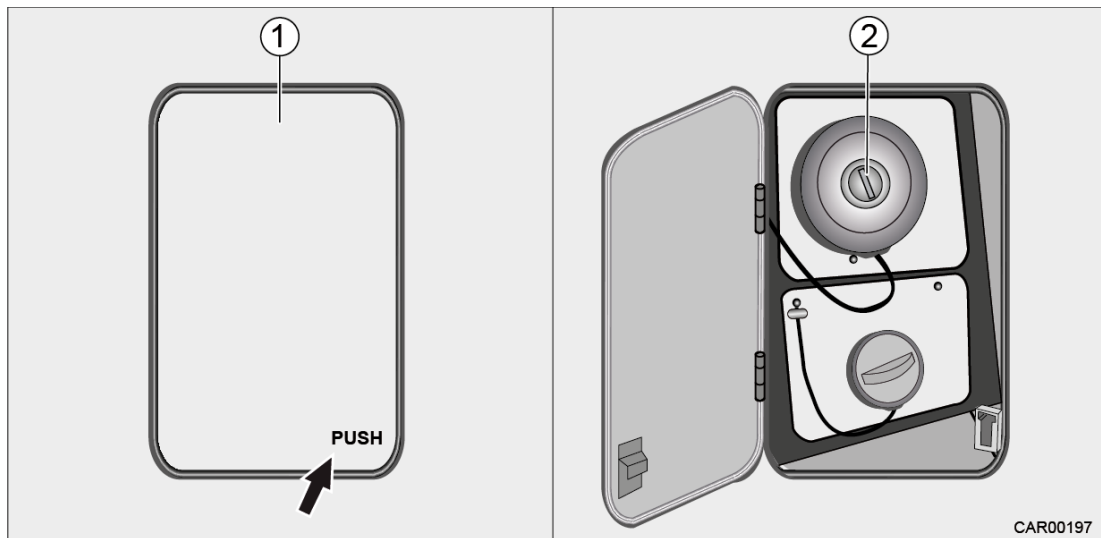

Fig. 10 Bouchon de carburant modèle I
1. Ouvrir le bouchon de carburant (Fig. 10/1). Pour cela appuyer sur le coin inférieur de droite avec l'inscription « PUSH ». Le clapet s'ouvre.
2. Ouvrir la serrure du réservoir (Fig. 10/2).
3. Fermer le clapet du bouchon de carburant (Fig. 10/1). Pour cela appuyer sur le coin inférieur de droite avec l'inscription « PUSH » et faire encliqueter le clapet.